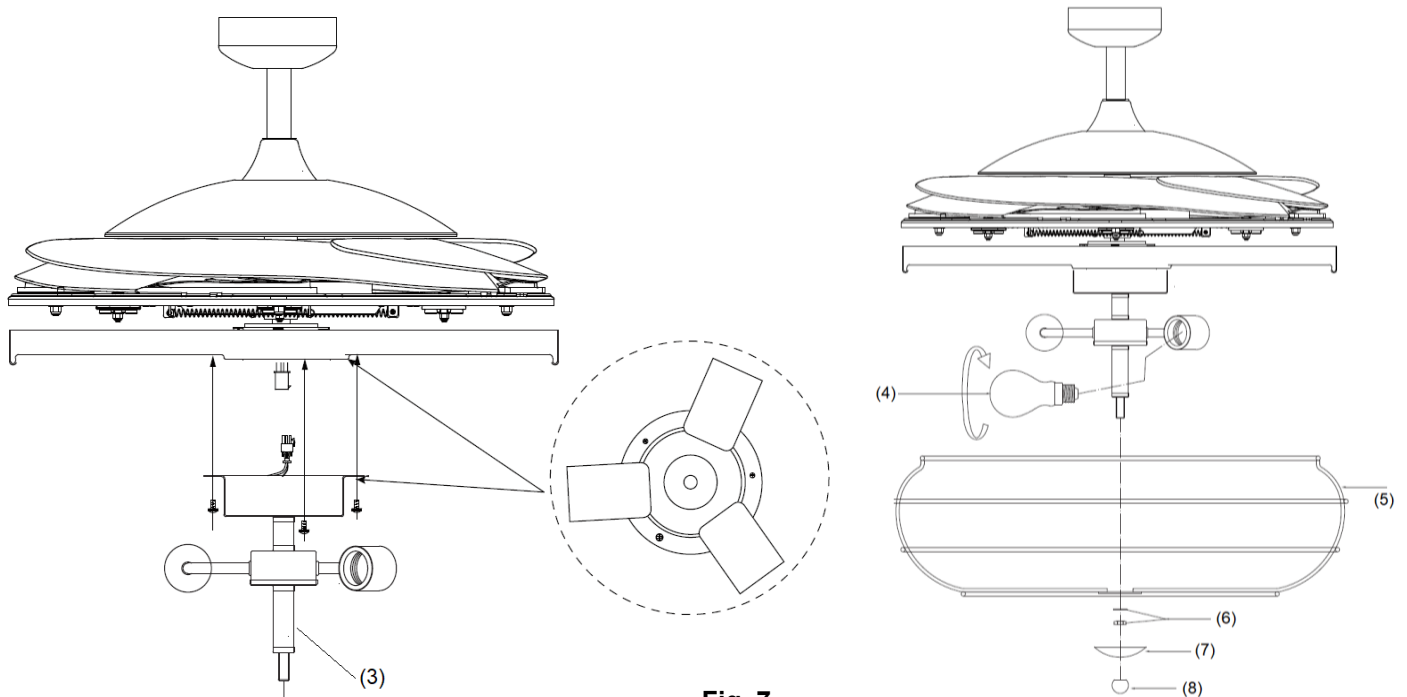

Fig. 7
4. Collegare il connettore rapido al portampada (3) (Fig. 7).
5. Fissare il portampada (3) alla staffa del kit luce serrando le 3 viti. Non avvitarle eccessivamente.
6. Installare le lampadine (4) sul portampada. Non superare la potenza in ingresso massima.
7. Installare il paralume, la rondella e il dado (6). Serrare il dado (6).
8. Installare la copertura decorativa (7) serrando il dado (8).